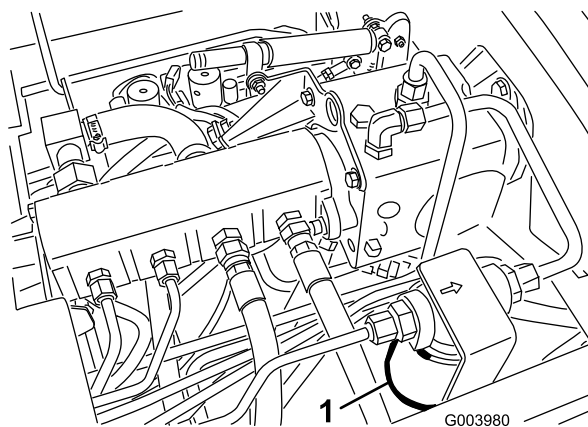
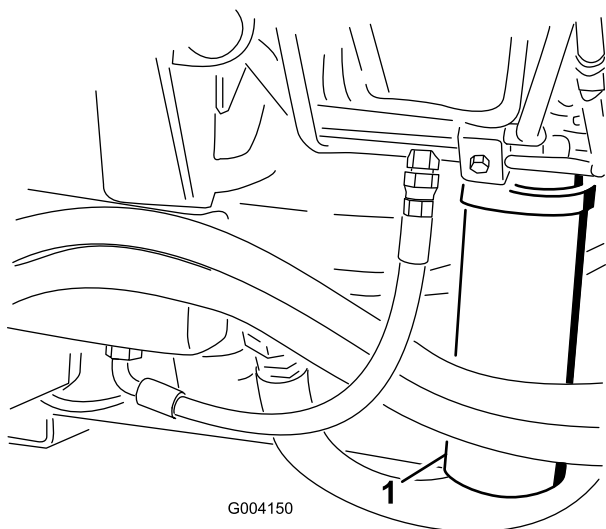

Figura 78
Figura 79
2. Pulite l'area di montaggio del filtro e collocate una bacinella di spurgo sotto il filtro (Figura 78) e (Figura 79).